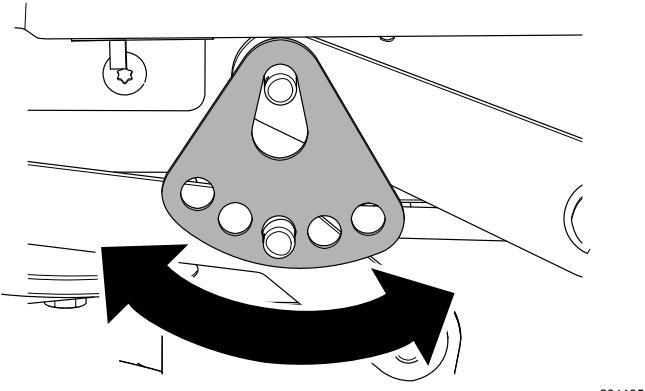

**Figure 61**
6. Retirez la goupille fendue et la rondelle de l'axe inférieur du bras de levage (Figure 61).